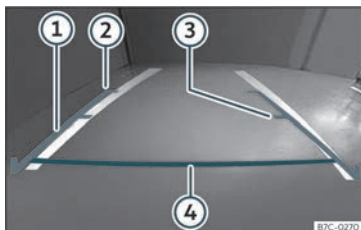

Fig. 193 Ecrã do sistema Infotainment: linhas de orientação.
- A carga do veículo modifica a representação das linhas de orientação»» Fig. 193. A largura que as mesmas representam, diminui com o nível de carga. Preste atenção ao espaço envolvente quando o interior ou a bagageira estiverem carregados.
»» **Fig. 193**